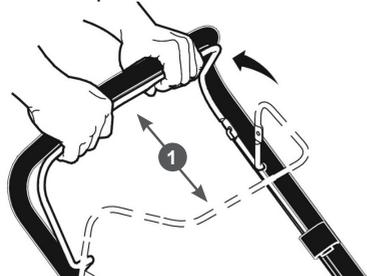

Рис. 15 Рычаг остановки двигателя
Перед запуском двигателя, несколько раз задействуйте рычаг остановки двигателя 1 (Рис. 15). Проверьте, чтобы рычаг и трос остановки двигателя работали должным образом.
- Отпустите рычаг 1 остановки двигателя (Рис. 15).